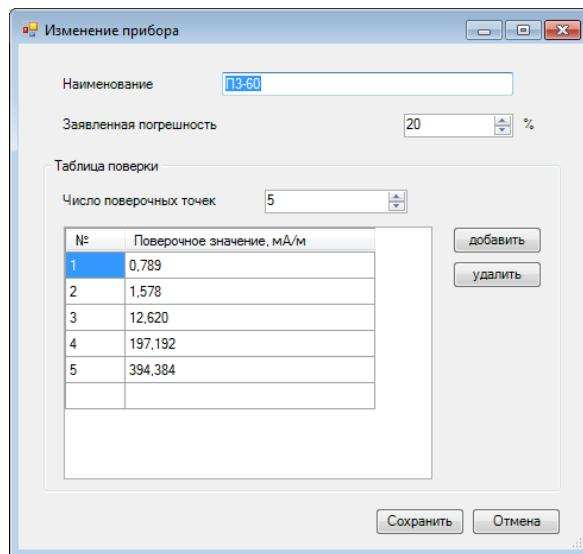

Рис. 15. Диалоговое окно добавления прибора
- 2) нажать кнопку «Добавить» (на экране появится диалоговое окно «Добавление прибора», рис. 15);